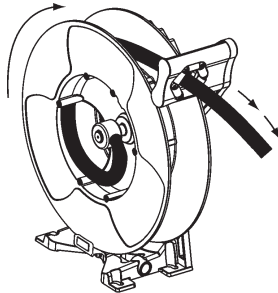

FIG 15.
1. Pull the hose out and let the hose get latched (Fig.15).
1. Dra ut en bit av slangen och spärra rullen (Fig. 15).